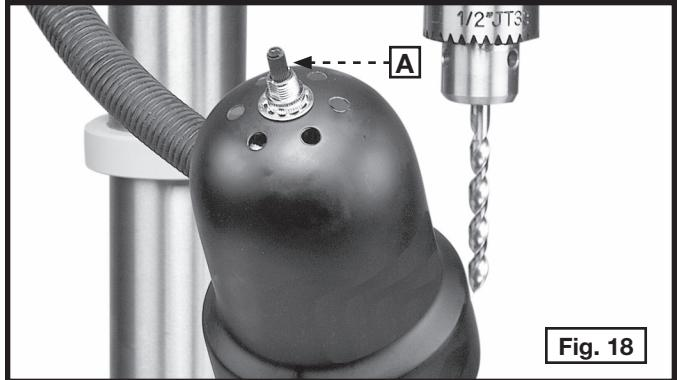

Fig. 18
Le fonctionnement de la lampe flexible est indépendant de l'appareil. Pour **ALLUMER** ou **ÉTEINDRE** la lampe, faire tourner l'interrupteur (A), fig. 18.